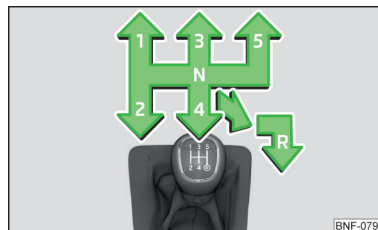

Fig. 124
Sulla leva del cambio è raffigurato lo schema marce delle singole posizioni delle marce » **fig. 124**.
- Premere completamente la leva del cambio a destra e quindi all'indietro in posizione **R** » fig. 124.